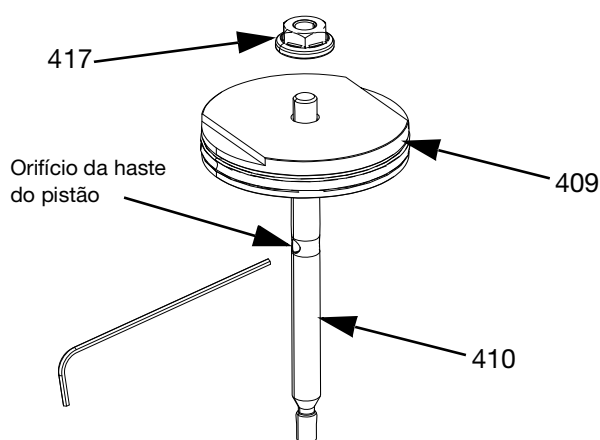

FIG. 19
6. Para válvulas com conjunto de bico em sede esférica (FIG. 19):
- a. Coloque uma chave Allen no orifício da haste do pistão (410) e desenrosque a porca (417) com uma chave ajustável ou de bocas de 7 mm.